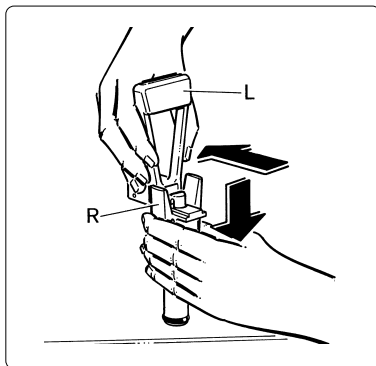

Fig. 13
- Desmontar el grifo teniendo empujado hacia abajo el cuerpo (R) extrayendo la palanca (L) (ver fig. 13).